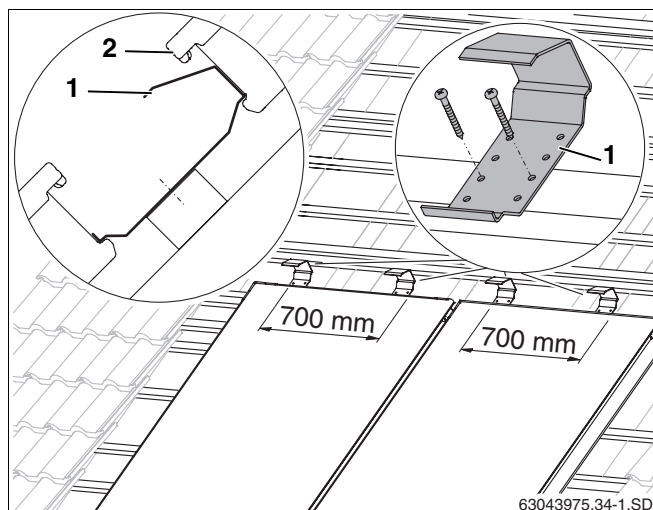

Fig. 31 Dispositifs anti-glissement pour la deuxième rangée de capteurs
- Poser deux dispositifs anti-glissement (fig. 31, **pos. 1**) par capteur de manière bien centrée (avec un écartement de 700 mm) au-dessus du capteur inférieur sur la quatrième latte supplémentaire de la rangée inférieure et fixer à l'aide de deux vis 4×40.
- Glisser le capteur de la rangée supérieure (fig. 31, **pos. 2**) contre les dispositifs anti-glissement et positionner par rapport à la rangée du dessous.